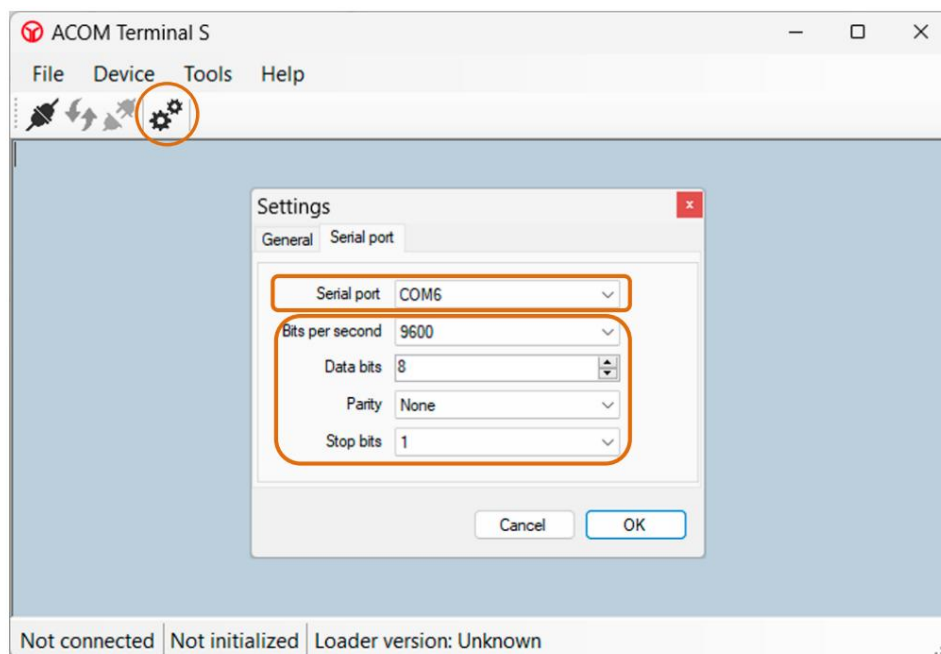

Figure 7-15 | Terminal S - Outils -> Paramètres -> Menu Port série
- Dans la **fenêtre** Paramètres -> onglet Port série, configurez les paramètres comme indiqué dans la **figure 7-15 | Terminal S - Outils -> Paramètres -> Menu Port série**. Pour connaître le numéro de port série, consultez l'**ÉTAPE 1 – Paramètres de l'interface RS-232 sur votre PC** :